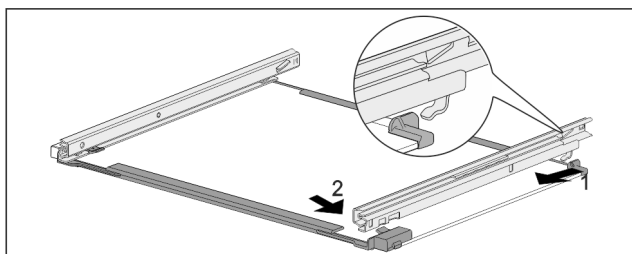

Fig. 158 Glashylla med skenor
- ▶ Haka fast skena baktill. Fig. 158 (1)
- ▶ Haka fast skena framtill. Fig. 158 (2)